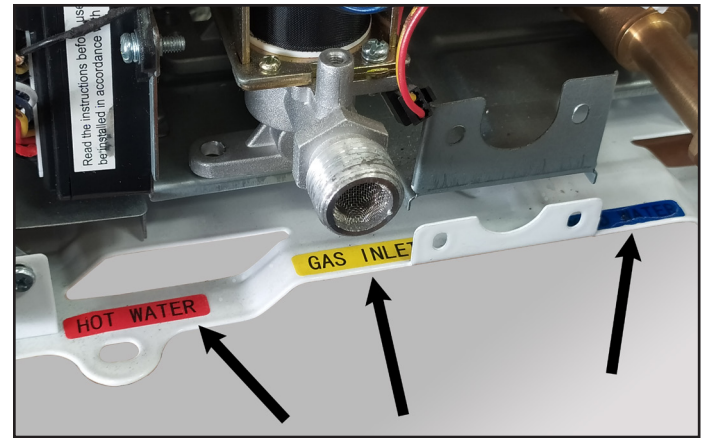

fig. 8 - Etiquetas de las conexiones
- Quite los tapones de las conexiones de agua y gas, vea fig. 8.